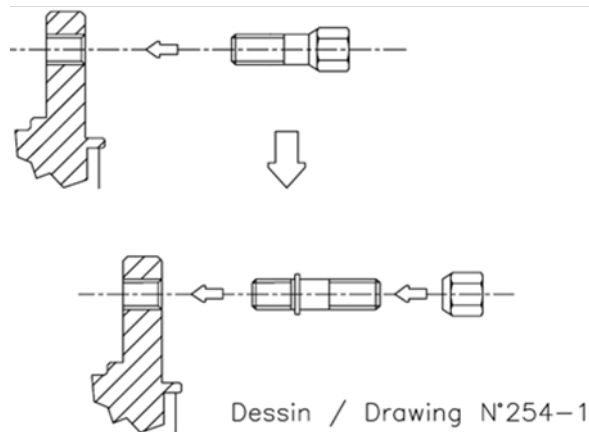

Рис.11.
8.1.2. Болты крепления колес можно заменить на шпильки и гайки (Рис.11).